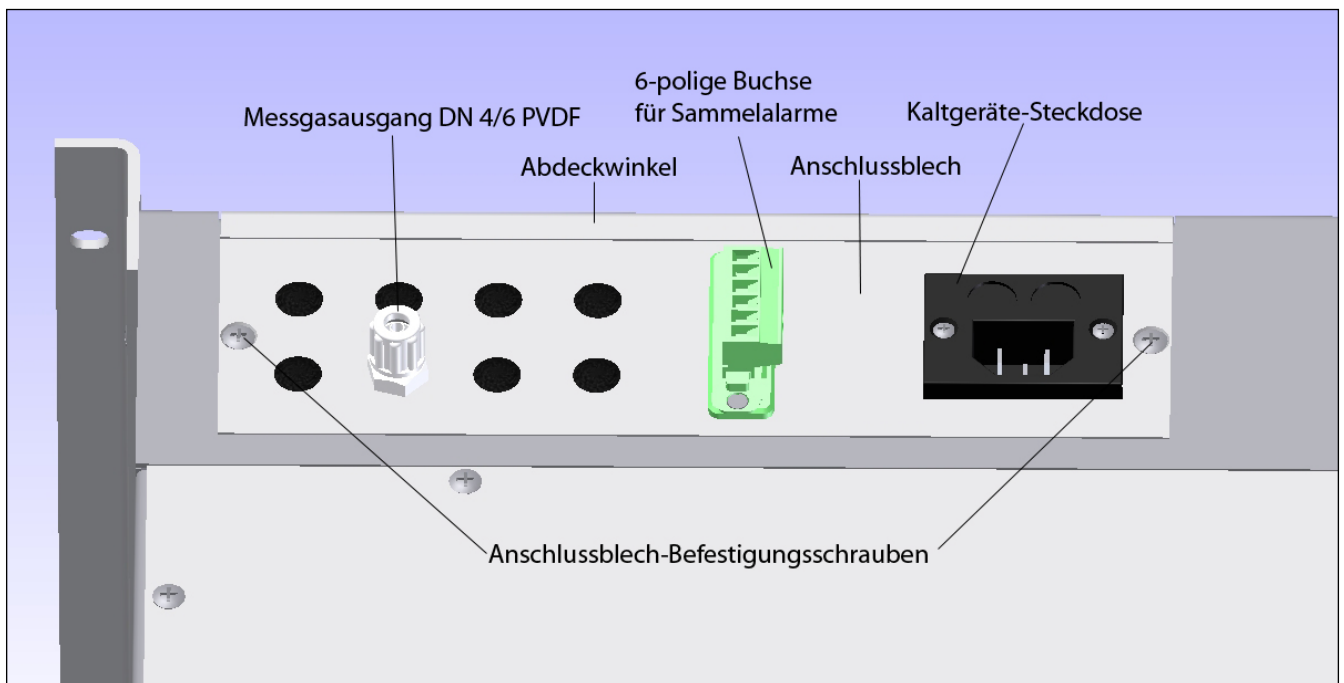

Abbildung 5 Schlauchanschlüsse CSS-V1
Abbildung 5 zwei Messgasausgänge vorhanden
1. Anschlussblech-Befestigungsschrauben entfernen (siehe Abbildung 5)